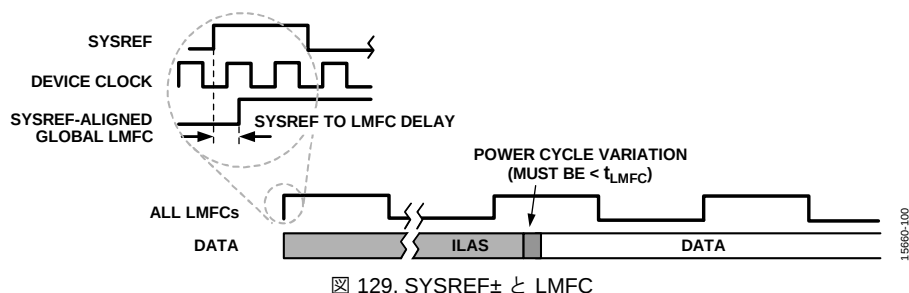

図 129. SYSREF $\pm$ と LMFC
トランスポート層のセクションに示すように、JESD204B プロトコルは、データ・サンプルをオクテット、フレーム、およびマルチフレームに構成します。LMFC は、これらのマルチフレームの開始と同期します。サブクラス 1 動作では、1 リンク内の各デバイスまたは複数リンク内の各デバイスに関し、SYSREF $\pm$ 信号を使用して LMFC を同期させます（AD9695 内では、SYSREF $\pm$ は内部サンプル・デバインドも同期させます）。この同期を図 129 に示します。JESD204B レシーバーは、マルチフレームの境界と
- すべてのレーン、リンク、デバイスにおける合計遅延変動は、1 LMFC 周期以下でなければなりません（図 129 を参照）。これには可変遅延と、システム内のレーンごと、リンクごと、およびデバイスごとの固定遅延の差が含まれます。